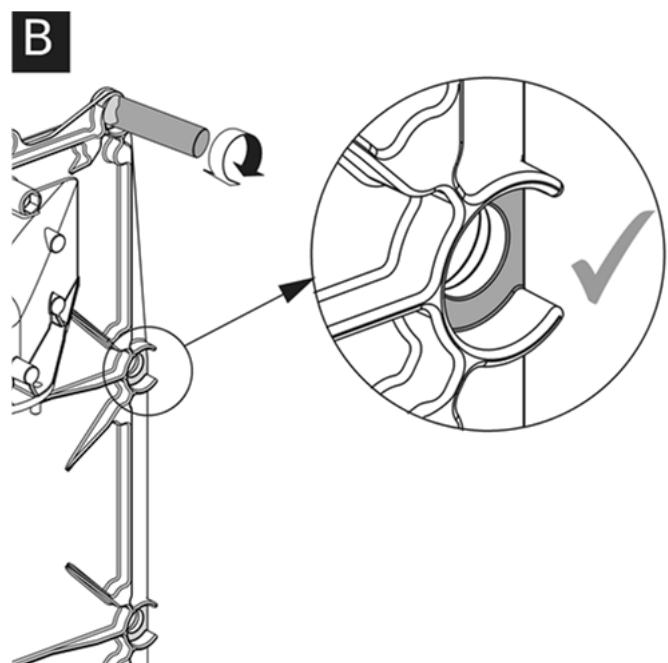

Abb. 57: Auftragen der Keramikpaste bei ProCon Streamline 25 H/HE und 25/32 H/HE
- ➔ Tragen Sie Keramikpaste auf, wenn dort keine oder zu wenig vorhanden ist (s. Abb. 57).